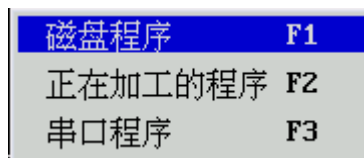
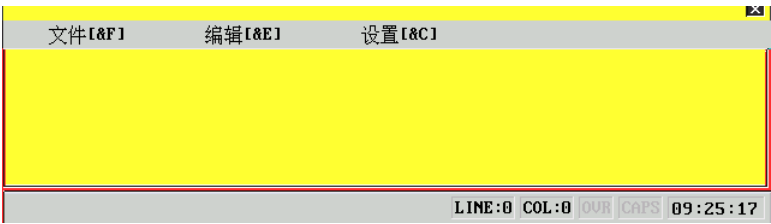

图 5.1.1 选择编辑程序
图 5.1.6 DNC 程序主菜单
在编辑功能子菜单下（图 5.0.1）按 **F2** 键，将弹出如图 5.1.1 所示的“选择编辑程序”菜单。
- (1) 在“选择编辑程序”菜单(图 5.1.1)中，用▲、▼选中“磁盘程序”选项（或直接按快捷键 F1, 下同）；
- (1) 在“选择编辑程序”菜单(图 5.1.1)中，用▲、▼选中“串口程序”选项；
- (2) 按 **Enter** 键，系统提示“正在和发送串口数据的计算机联络”；
- (3) 在上位计算机上执行 DNC 程序，弹出如图 5.1.6 所示主菜单；
- (1) 在“选择编辑程序”菜单(图 5.1.1)中，用▲、▼选中“正在加工的程序”选项；
- (1) 在“选择编辑程序”菜单(图 5.1.1)中，用▲、▼选中“磁盘程序”选项；